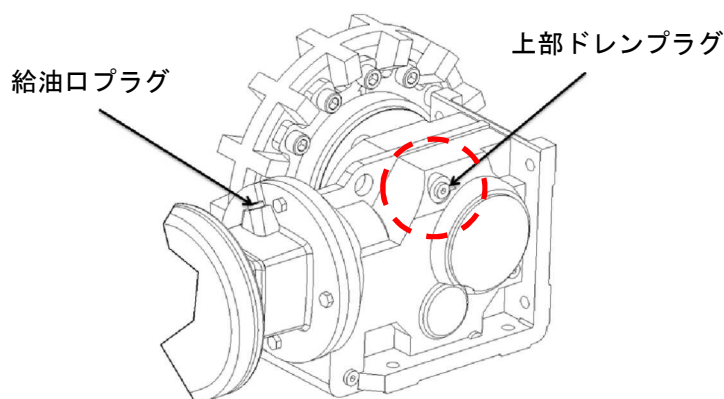

図 40. 上部ドレンプラグの位置 (モデル#2)
6. 上部ドレンプラグを取り外し、ギヤボックス内のオイルをすべて排出させる。(図 40 参照)